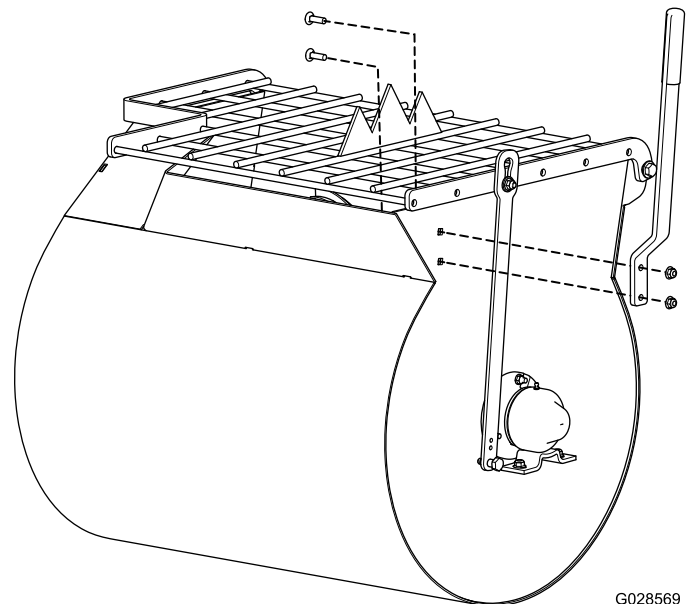

Figura 3
2. Posicione la palanca de volteo de modo que los taladros estén alineados con los taladros del tambor (Figura 3).
3. Inserte uno perno de cabeza redonda en el orificio de perno cuadrado y deslice el orificio correspondiente de la palanca de volteo sobre él (Figura 3).